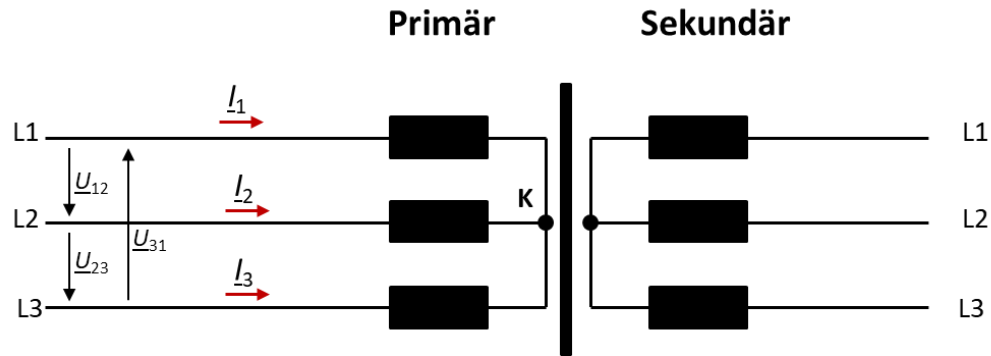

Bild 8: Aronschaltung
Mit der Aronschaltung lassen sich Leistungen in Dreiphasensystemen messen. Anstelle von drei Leistungsmessungen sind bei der Aronschaltung (Bild 8) nur zwei Messungen erforderlich.
- Leiten Sie her, warum Sie mit der Aronschaltung (Bild 8) die gesamte Scheinleistung im Dreiphasensystem messen können, sofern der Summenstrom im Knoten K zu Null angenommen werden kann.